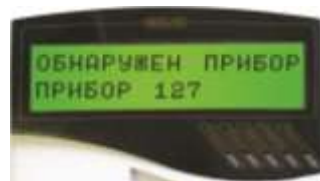

Рисунок 6
5.4.8 По окончании режима «Включение» прибор должен перейти в дежурный режим, на индикаторе пульта должны появиться сообщения об обнаружении устройства «Рупор», о сбросе устройства с сетевым адресом, соответствующим текущему адресу прибора (заводской адрес прибора 127). Если придёт несколько сообщений, накопившихся в буфере прибора, их можно «пролистать» с помощью кнопок «▼» и «▲» пульта (рис. 6).